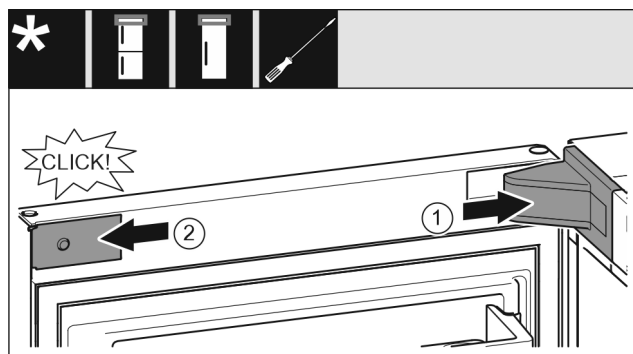

Fig. 20
- Applicare e innestare la copertura del blocco di supporto Fig. 20 (1), eventualmente staccarle l'una dall'altra con cautela.
- Applicare la maschera Fig. 20 (2) sui lati e innestarla.